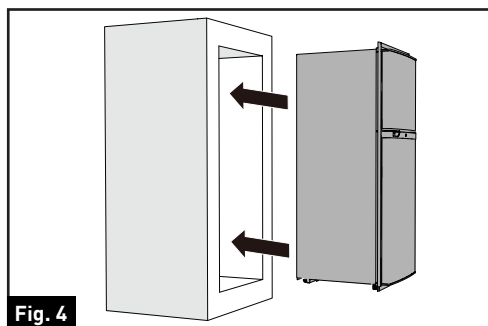

Fig. 4
- Coloque el refrigerador completamente dentro del gabinete. (Fig. 4)